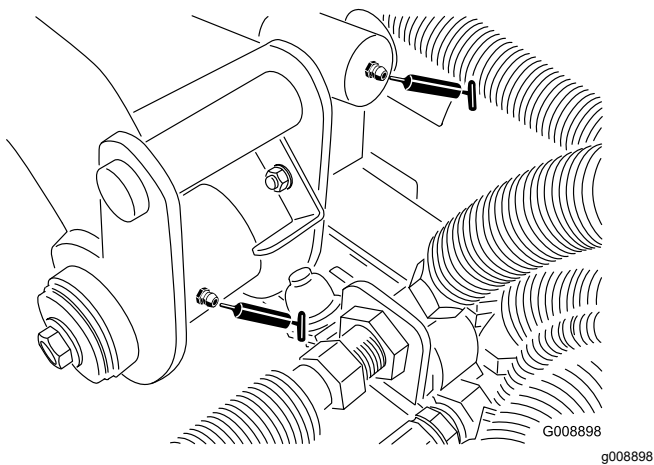

Bild 37
- 2 hintere Hubarm-Drehbüchsen und Hubzylinder (Bild 37)